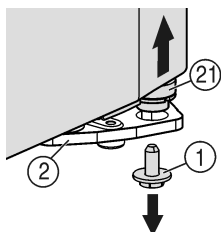
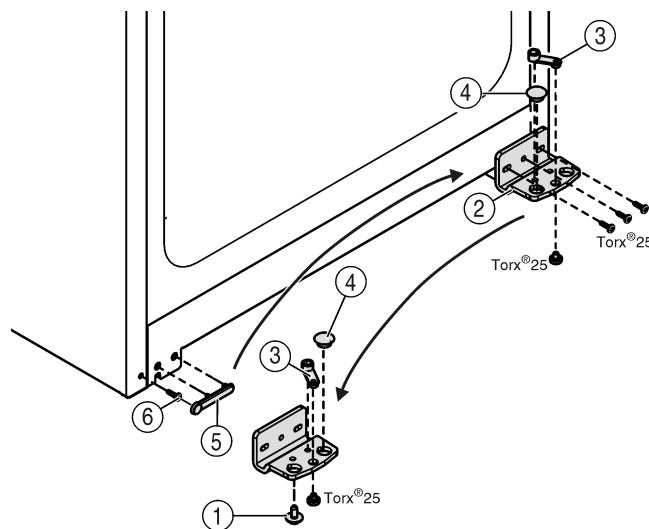

Fig. 5
Fig. 6
- ▶ V pravo dolu na konzole ložiska vyskrutkujte poistnú skrutku Fig. 5 (1).
- ▷ Čap ložiska Fig. 5 (21) sa uvoľní z konzoly ložiska Fig. 6 (2).
- ▶ V prípade, že sa čap ložiska Fig. 5 (21) neuvoľní, čap vytlačte zdola.
- ▶ Odskrutkujte ložiskovú konzolu Fig. 6 (2).
- ▶ Ložiskový diel Fig. 6 (3) odskrutkujte a premiestnite ho do protiahlého otvoru uloženia ložiskovej konzoly, opäť priskrutkujte.
- ▶ Trň Fig. 6 (4) vyberte z ložiskovej konzoly a premiestnite ho do protiahlého otvoru uloženia ložiskovej konzoly.
- ▶ Opatrne odoberte kryt Fig. 6 (5) na strane držadla.
- ▶ Vyskrutkujte skrutku Fig. 6 (6) a zaskrutkujte na opačnej strane.
- ▶ Opäť nasadte kryt Fig. 6 (5).
- ▶ Ložiskovú konzolu Fig. 6 (2) pevne naskrutkujte na novej strane závesu (s ťahovacím momentom 4 Nm), príp. pomocou akumulátorového skrutkovača.
- ▶ Poistnú skrutku Fig. 5 (1) zaskrutkujte dolu do ložiskového čapu a dotiahnite (s ťahovacím momentom 4 Nm).